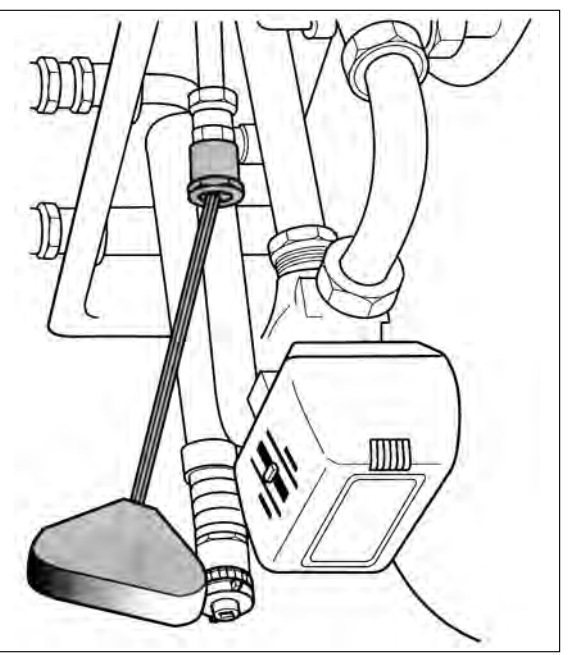

Fig. 9a
- b). La portata nel circuito sanitario può essere regolata tramite un regolatore posto sulla parte inferiore della caldaia. La posizione di taratura originaria è 8 l/min (vedi Fig. 9a).